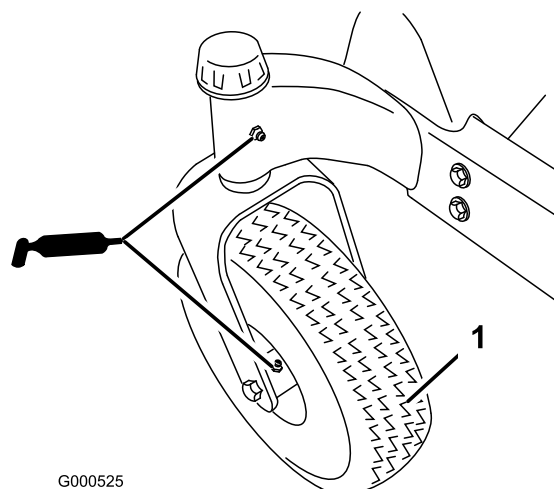
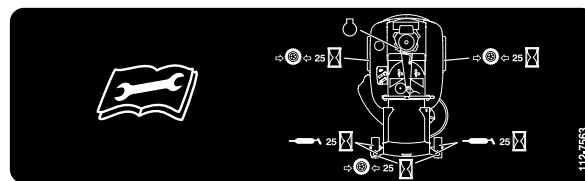

Figura 30
Figura 31
Engrase las ruedas giratorias delanteras y sus pivotes (Figura 30).
3. Limpie con un trapo los puntos de engrase (Figura 30) y (Figura 31). Asegúrese de rascar cualquier pintura que hubiera sobre los puntos de engrase.
4. Conecte una pistola de engrasar a cada punto de engrase (Figura 30 y Figura 31). Bombee grasa hasta que empiece a rezumar grasa de los cojinetes.